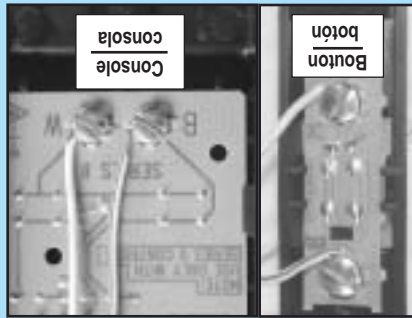

FIG. 4-2 Connexion à la commande murale. Acpamiento de cables al control de pared
- Fixer le fil rayé à la borne B et le fil blanc à la borne W (Fig. 4-2).